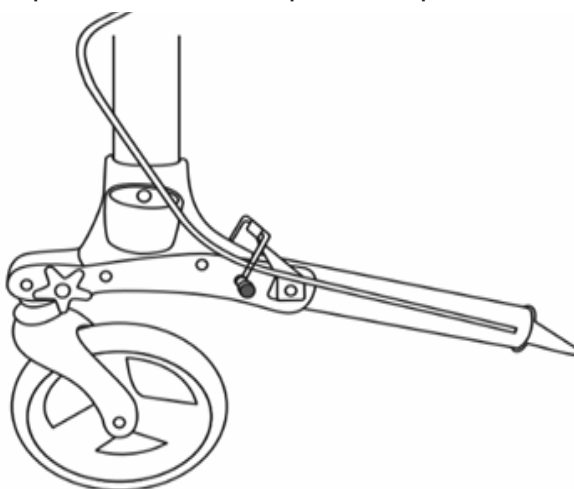

FIGURA 3
PASSO 3: Desdobre os pés traseiros como indicado na figura 3 e fixe-os no lugar com os botões de regulação em forma de estrela. Certifique-se de que o parafuso de orelhas é enfiado através do orifício da perna e na porca da estrutura. Verifique se os parafusos dos manípulos das pernas traseiras estão bem apertados.